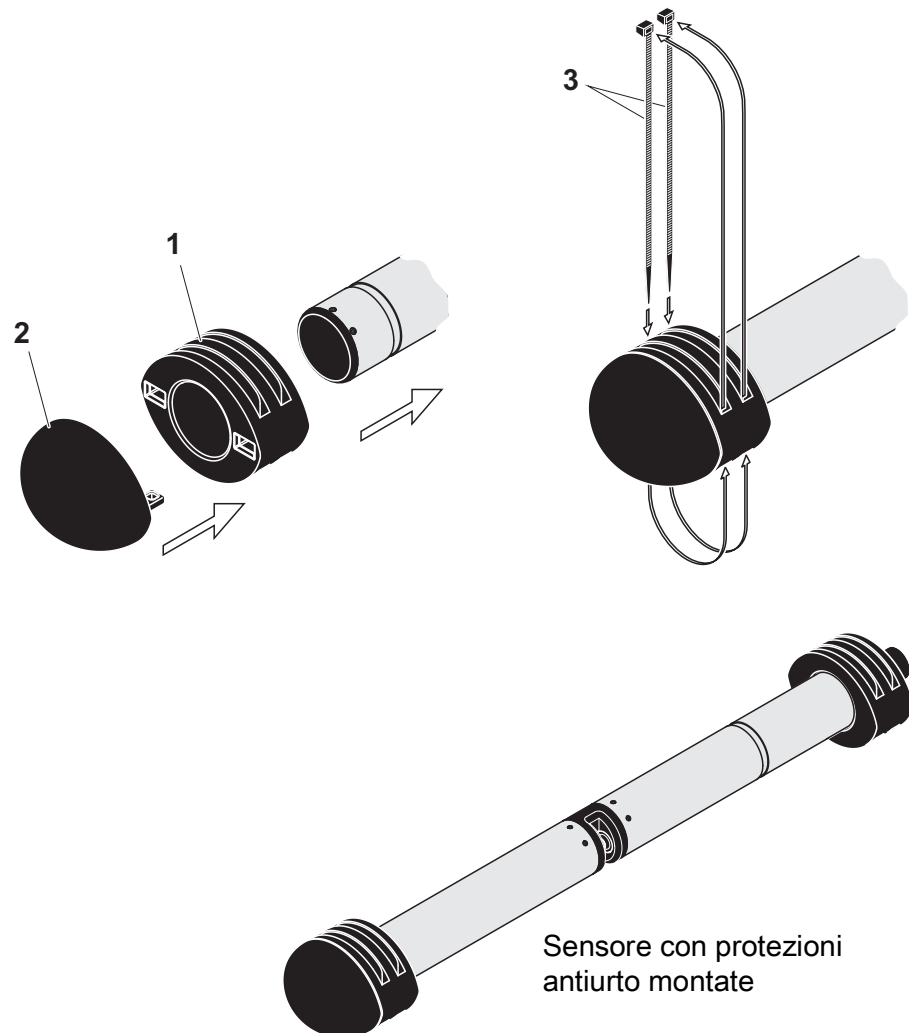

Fig. 3-4 Montaggio delle protezioni antiurto
1. Inserire il cappuccio (pos. 2 in Fig. 3-4) su uno dei due anelli (pos. 1).
2. Mettere l'unità assemblata sull'estremità del sensore e fissarla con 2 fascette (pos. 3) come mostrato nella Fig. 3-4.